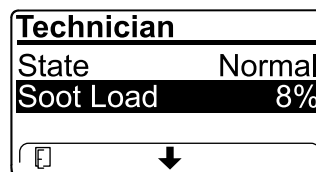

Figura 63
- Vizualizai sarcina de funingine care este măsurată ca procent de funingine din DPF (Figura 63); consultați tabelul cu cantitatea de funingine.